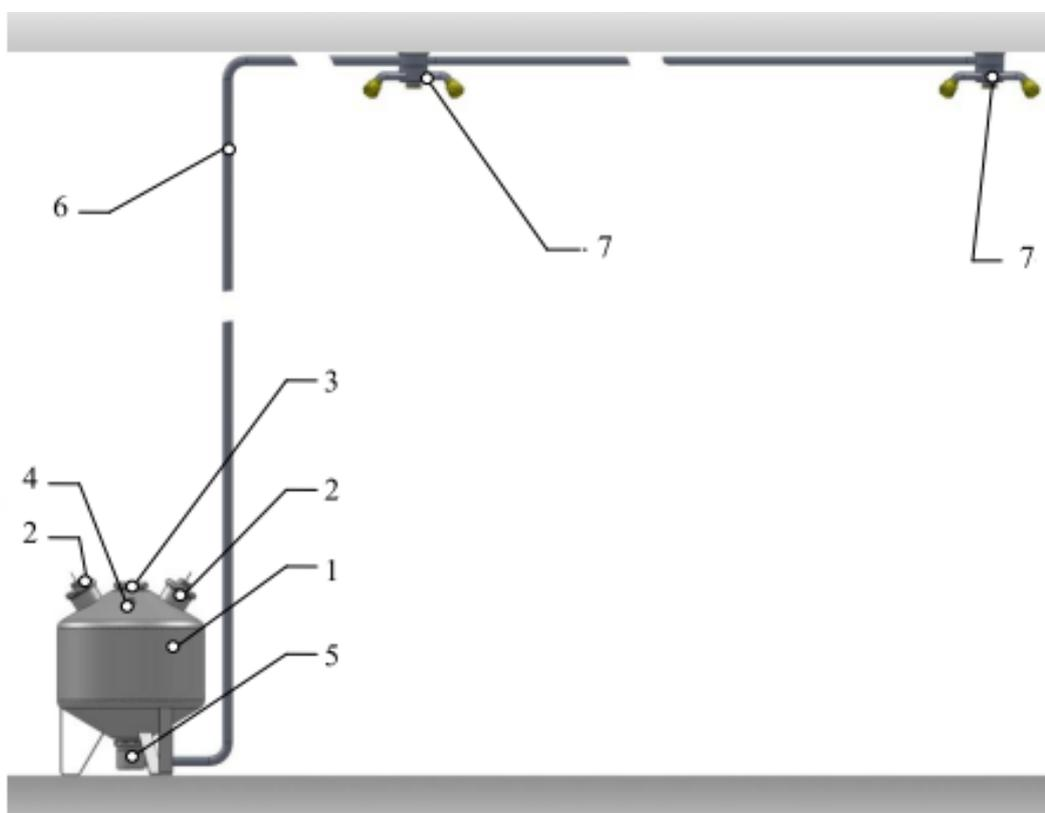

Рис. 1 Общий вид установки «ТРВ-Гарант»-30-ГЗ-ВД.
3.1. Общий вид МУПТВ «ТРВ – Гарант»-30-ГЗ-ВД представлен на рис.1